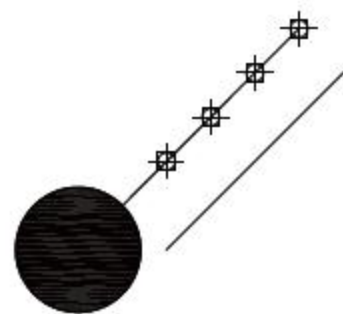

图3-132 偏移线段
- 03 调用O【偏移】命令，将等分直线向下偏移10，如图3-132所示。